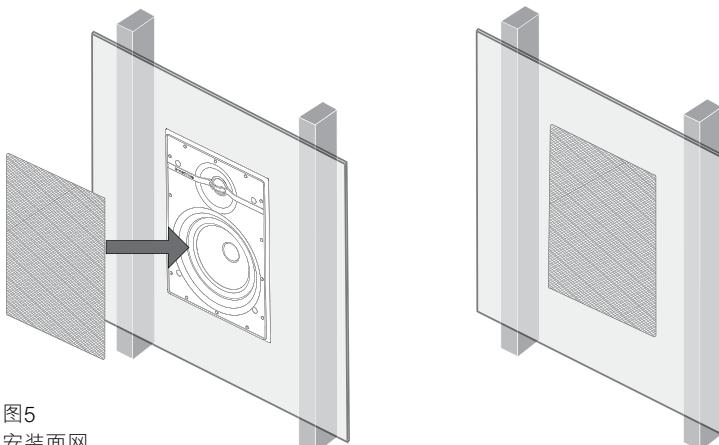

图5
4.5 现在可安装面网。面网通过磁力固定位置，只需按进与框架对齐的凸缘中的槽便可。图 5 说明了安装面网的过程。